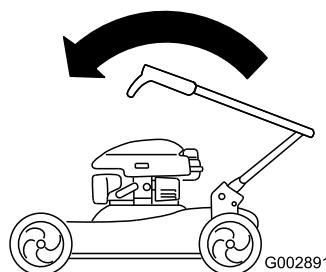

Figura 39
2. Pliegue hacia adelante la sección superior del manillar (ver Figura 39).